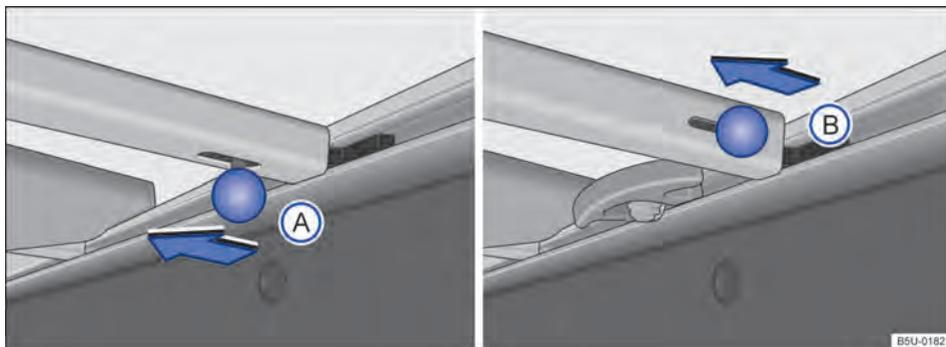
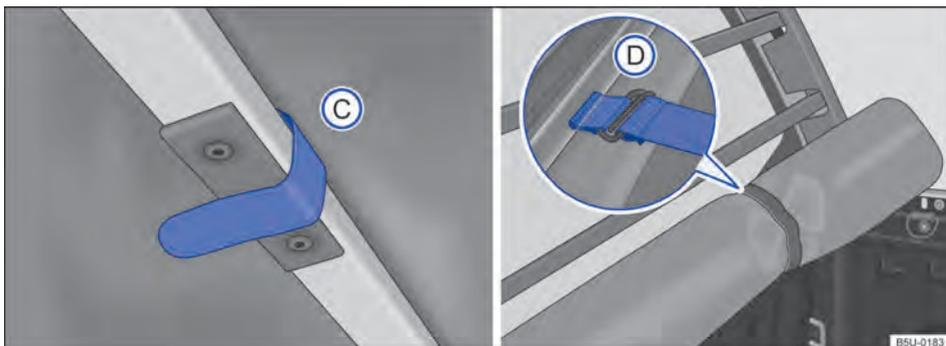

Fig. 51 Travessas no compartimento de carga: (A) veículos com suportes de amarração fixos, (B) veículos com suportes de amarração deslizantes.
Fig. 52 No compartimento de carga: tira de fixação e capota marítima corretamente recolhida.
- Para remover de tipo (A) ou (B), deslocar o pino de travamento no sentido da seta → Fig. 51. Para remover a travessa que está próxima ao vidro traseiro, é necessário soltar as tiras de fixação da capota → Fig. 52 (C).
- Após o recolhimento total da capota, prenda-a com as cintas de fixação (D).
- Para remover a travessa que está próxima ao vidro traseiro, é necessário soltar as tiras de fixação da capota → Fig. 52 ③, e fazer o mesmo procedimento anterior para remover a travessa (quando disponível mais de uma travessa).
- Após o recolhimento total da capota, prenda-a com as cintas de fixação → Fig. 52 ④.